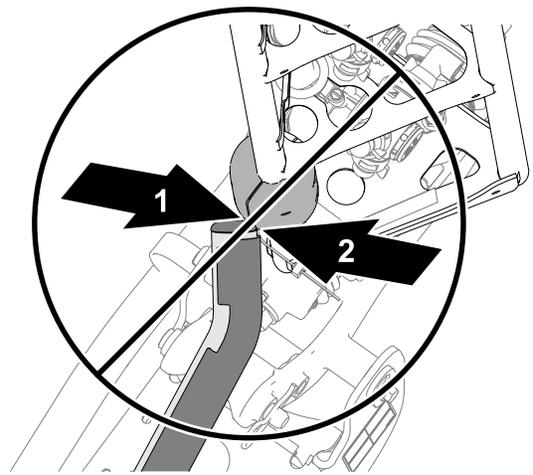
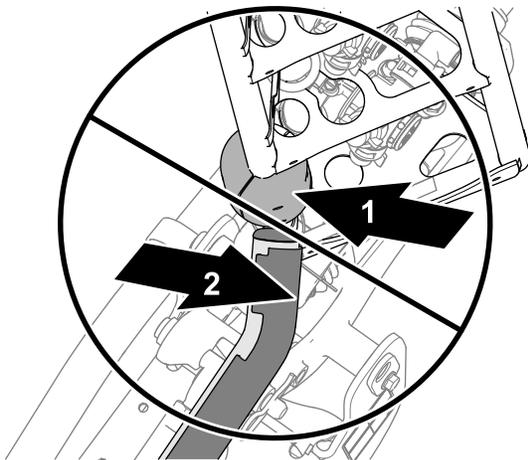
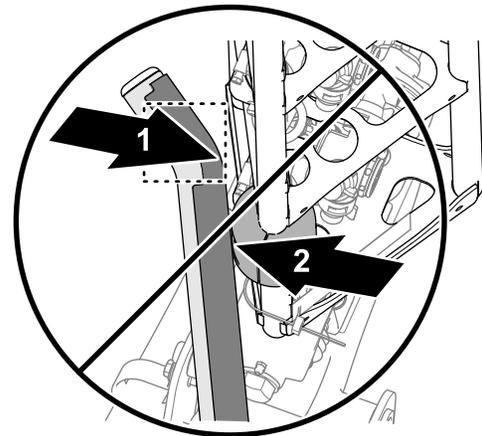

Figura 7
Figura 6
Figura 8
5. Si cualquiera de los tubos superiores está mal alineado con el tope deslizante, como se muestra en la Figura 6, la Figura 7 o la Figura 8, ajuste la posición del soporte; consulte Alineación de los soportes con los brazos exteriores (página 82).